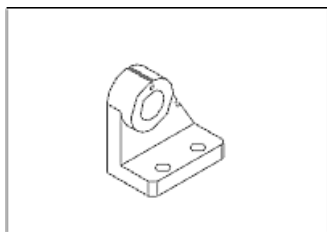

图 7.6.11 “1 个标准公制视图”类型
- **1个标准公制视图** 选项：用于设置创建一个等轴测视图，如图 7.6.11 所示。